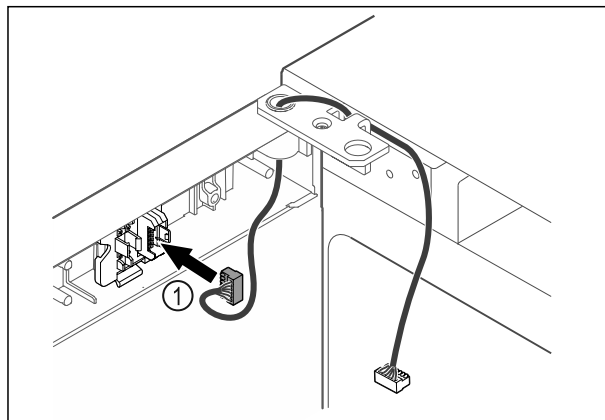

Fig. 48
- ▶ Dugja be a dugót Fig. 48 (1) a dugófoglatatba.